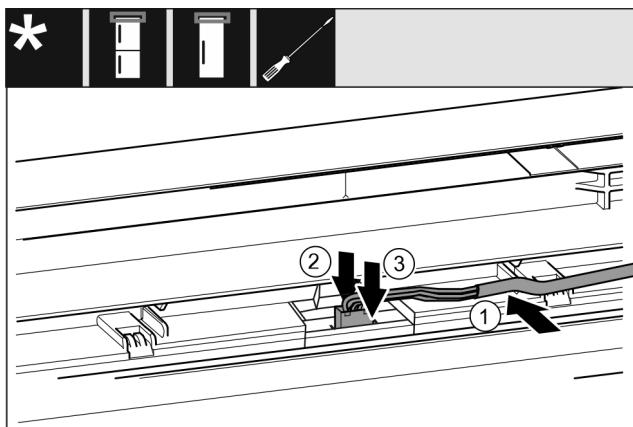

Fig. 44
- ▶ 将灰色电缆置入上方冰箱门的导向装置。Fig. 44 (1)
- ▶ 向后按住止动凸缘。Fig. 44 (2)
- ▶ 插入插头。Fig. 44 (3)